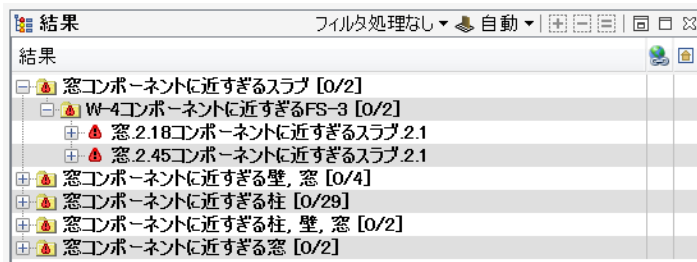

図5-0 窓に近すぎるスラブ
- 2) 自動コンポーネント表示機能が選択されているのを確認し、「窓コンポーネントに近すぎるスラブ」カテゴリーを選択、その中の「W-4 コンポーネントに近すぎる FS-3」を選びます。(図 5-0 を参照)